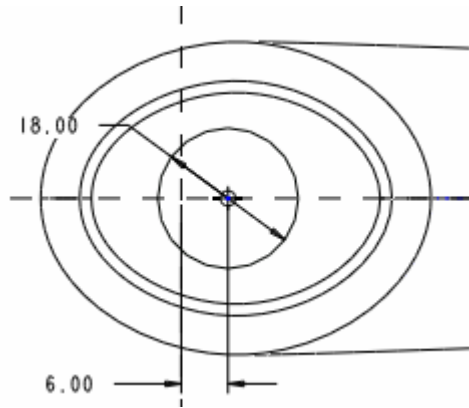

图 61-24
(1) 选中步骤 9 建立的孔特征，单击 ，打开阵列特征操控板。
(2) 选择“填充”类型，单击 ，打开【剖面】对话框，单击【使用先前的】。
(3) 单击【草绘】，进入草绘工作环境，绘制如图 61-24 所示的一个圆作为阵列填充区域。